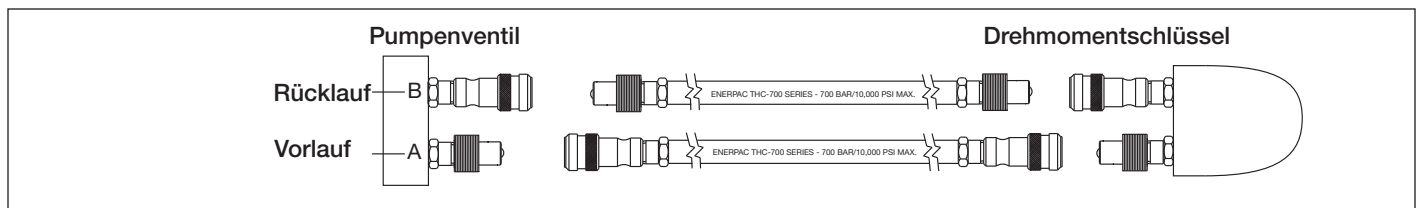

Abb. 5
Schließen Sie die Schläuche wie in Abb. 5 dargestellt an.
1. Pumpentyp für Enerpac Sx, Wx, RSL, HMT und DSX Torque Schraubenschlüssel und andere Marken. Sie Schläuche, die mit "Enerpac THQ-700 series-700 bar/10,000 psi max." gekennzeichnet sind. Für den ordnungsgemäßen Steckschlüsseinsatz müssen Kupplungen wie in Abb. 5 polarisiert sein. Stellen Sie vor Inbetriebnahme sicher, dass die Kupplungen vollständig eingerastet und angezogen sind. Teilweises Einrasten der Kupplungen verhindert ordnungsgemäßen Steckschlüsseinsatz.